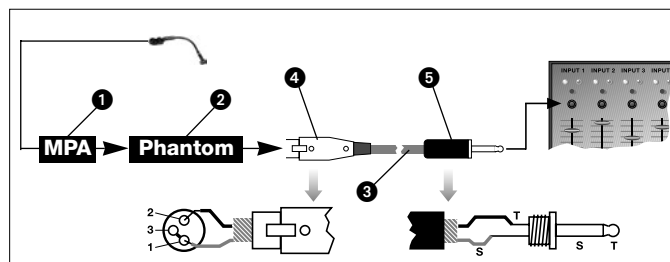

Fig. 2 : Raccordement sur une entrée asymétrique
- Voir Fig. 2.
1. Pontez les contacts 1 et 3 de la fiche XLR (4) et reliez-les au blindage du câble.
2. Reliez le conducteur interne du câble au contact 2 de la fiche XLR (4) et à la pointe de la fiche à jack (5).